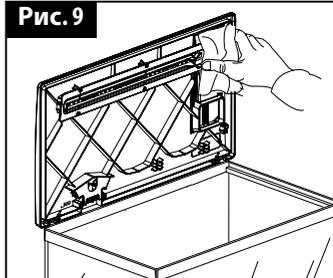

Рис. 10
- 16) Не ставьте аквариум на наклонные поверхности (рис. 10).